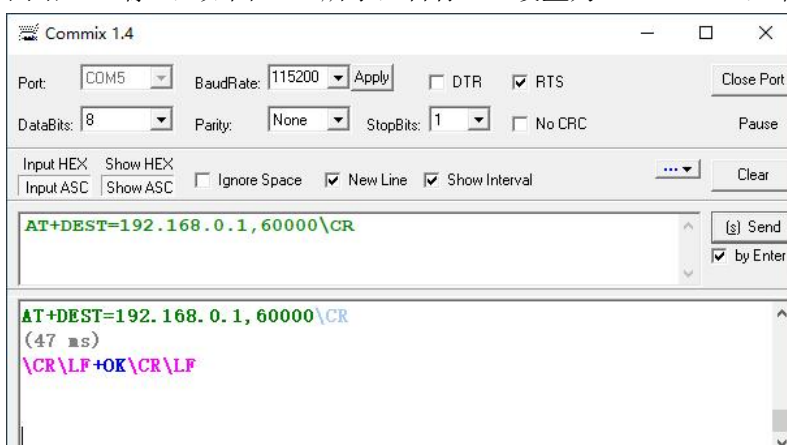

图 13-7 目标网络 IP、端口设置界面
5) 设置目标网络IP、端口, 如图13-7 所示, 目标 IP 设置为 192.168.0.1, 端口设置为60000;
6) 如图 13-7 所示, 所有参数设置完成后, 退出 AT 指令模式, 程序自动返回透传模式。